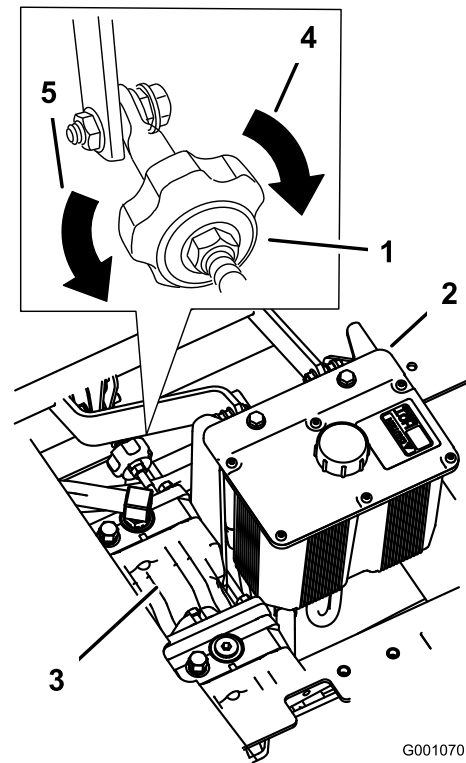

Figura 56
4. Para que la máquina vaya a la derecha, gire el pomo hacia el lado derecho de la máquina. Consulte Figura 56.
5. Para que la máquina vaya a la izquierda, gire el pomo hacia el lado izquierdo de la máquina. Consulte Figura 56.